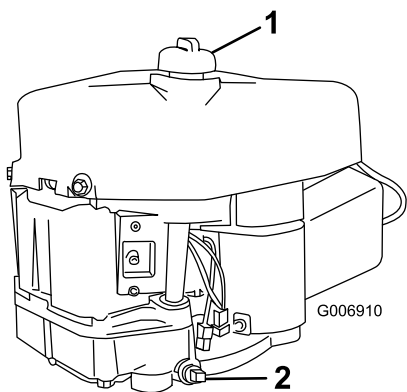

Figure 18
6. Nettoyez la surface autour de la jauge d'huile (Figure 18) pour éviter que des impuretés ne s'introduisent dans le goulot de remplissage, ce qui risquerait d'endommager le moteur.
- Placez un bac de vidange sous le bouchon de vidange et retirez ce dernier (Figure 18).
- Versez lentement environ 80 % de la quantité d'huile spécifiée dans le trou de remplissage (Figure 18). Vérifiez le niveau d'huile (voir 4 et 5 dans Contrôle du niveau d'huile).
6. Versez lentement environ 80 % de la quantité d'huile spécifiée dans l'orifice de remplissage (Figure 18). Vérifiez le niveau d'huile (voir 7 et 8 dans Contrôle du niveau d'huile).